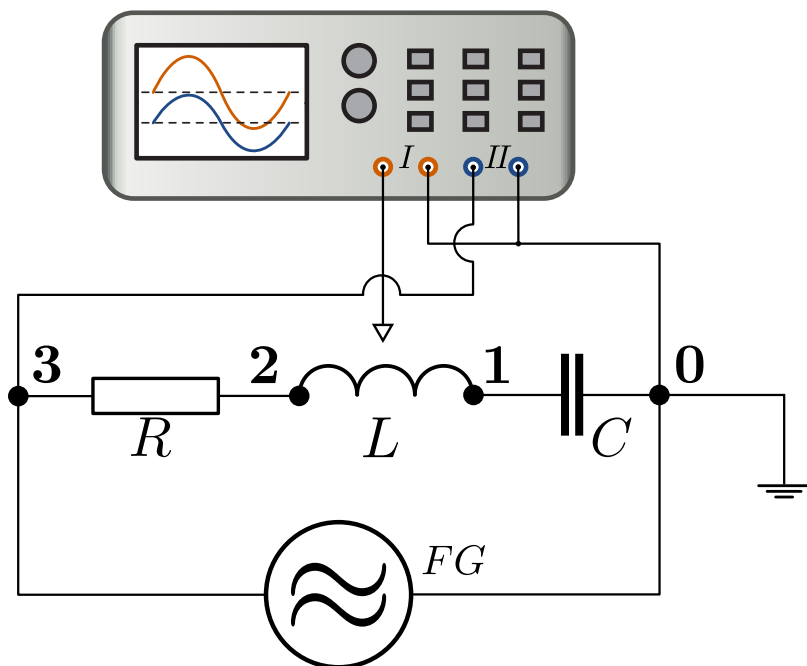

Рис. 7. Общая схема лабораторной установки
1. Соберите установку (см. рис. 7). Первый канал функционального генератора  $FG$  «АКИП 3409/2» должен быть подключён к левым клеммам  $PO$  блока ФПЭ-11. Канал  $I$  осциллографа подключается к правым клеммам  $PO$  блока ФПЭ-11, чтобы измерять входное напряжение. Канал  $II$  осциллографа подключается к правым клеммам  $POY$  блока ФПЭ-11, чтобы измерять выходное напряжение.